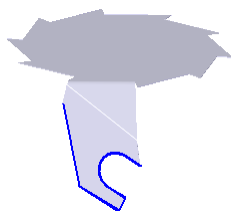
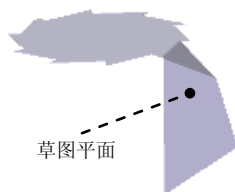

图 8.3.20 除料特征 1
图 8.3.21 定义草图平面
(4) 单击  按钮，完成特征的创建。
Step7. 创建图 8.3.20 所示的除料特征 1。
(1) 选择命令。在“主页”功能选项卡“钣金”工具栏中单击  打孔 按钮，选择  除料 命令。
(2) 定义特征的截面草图。
① 选取草图平面。在系统  的提示下，选取图 8.3.21 所示的模型表面为草图平面。